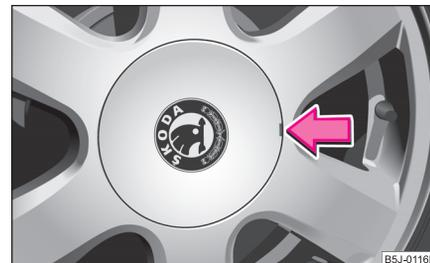

Fig. 170 Retirar los embellecedores de rueda
- Saque el embellecedor de rueda apalancando con cuidado mediante un gancho extractor ⇒ fig. 170. ■